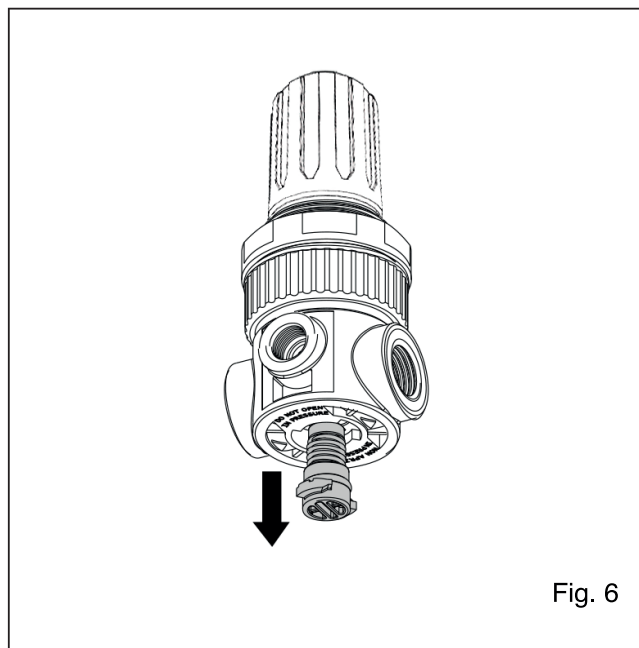

Fig. 6
- 3) Den Stopfen und die entsprechenden Komponenten für die Wartung entfernen (Abb.6).
- 3) 为便于维护, 请去除塞子和相关部件 (图6)。
- 3) Снимите пробку и достаньте соответствующие компоненты для проведения техобслуживания (рис. 6).